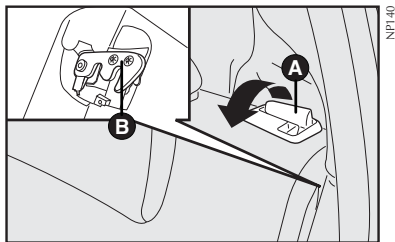

fig. 93
3) Desengatar o encosto, movendo as alavancas laterais **A-fig. 93** no sentido da seta liberando o encosto do engate **B-fig. 93**.
- Levantar o encosto do banco, empurrando-o para trás até perceber o bloqueio das travas laterais. Lembrar-se de regular a inclinação do encosto através do mecanismo **B-fig. 93**;